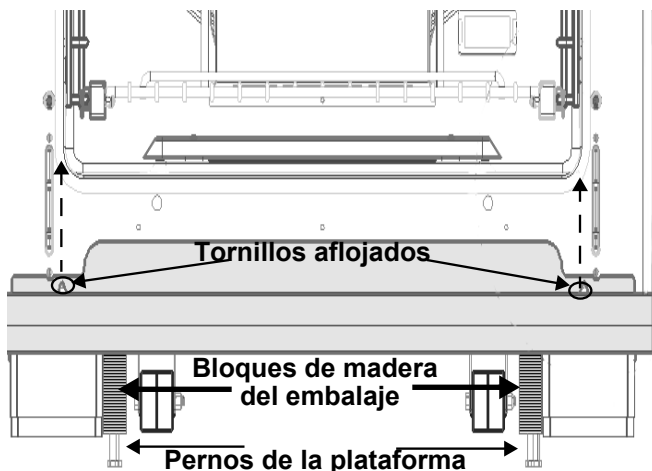

Figura 5: Adorno de Puerta, Bloques de Embalaje y Perno de la Plataforma
- Todas las estufas están sujetadas a la plataforma con cuatro (4) pernos fijados a bloques de madera (vea la *Figura 5*). Se puede acceder a los dos pernos de la plataforma solamente después de haber quitado el adorno de la puerta, situado debajo de las puertas.